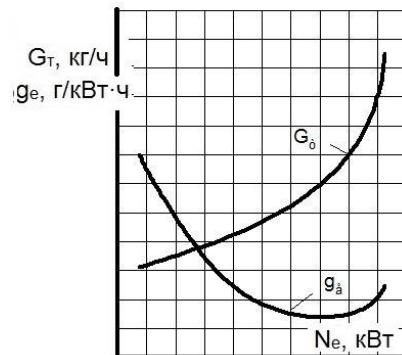

Рисунок 7 – Регулировочная характеристика дизеля по составу смеси
**30. Регулировочная характеристика дизеля по составу смеси (рис. 7) – это графическая зависимость ...**